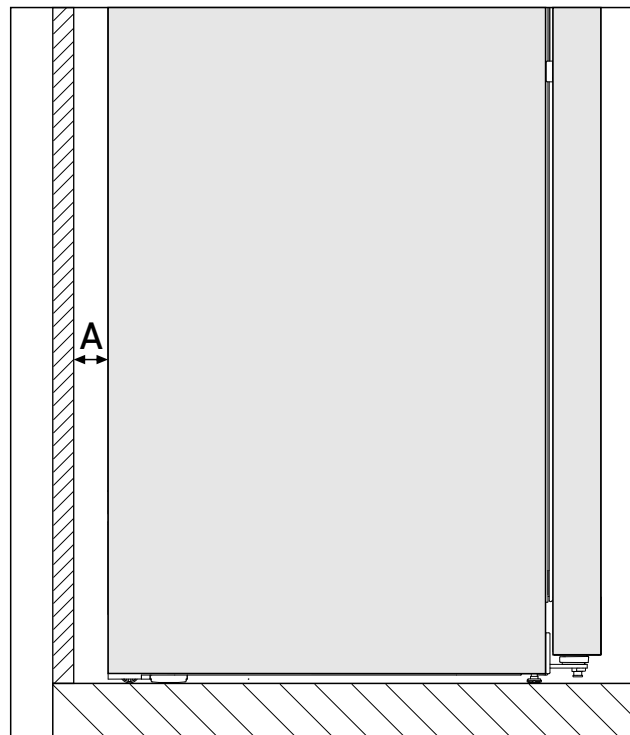

Fig. 3*
Der Energieverbrauch wurde mit einem Wandabstand Fig. 3 (A) zwischen Geräterückseite und Wand ermittelt. Wenn der Wandabstand weniger als Fig. 3 (A) beträgt, hat dies keinen Einfluss auf die Funktionsfähigkeit des Geräts, allerdings erhöht sich bei geringerem Wandabstand der Energieverbrauch geringfügig.*